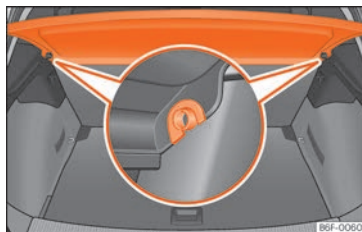

Abb. 143 Im Gepäckraum: Gepäckraumabdeckung aus- und einbauen.
- Ziehen Sie die Gepäckraumabdeckung nach oben aus den seitlichen Halterungen »» (Abb. 143) heraus.
- Führen Sie die Gepäckraumabdeckung horizontal ein, so dass das „Hufeisen“ über der Aufnahmeachse »» (Abb. 143) liegt, und drücken Sie die Abdeckung nach unten, bis sie einrastet.